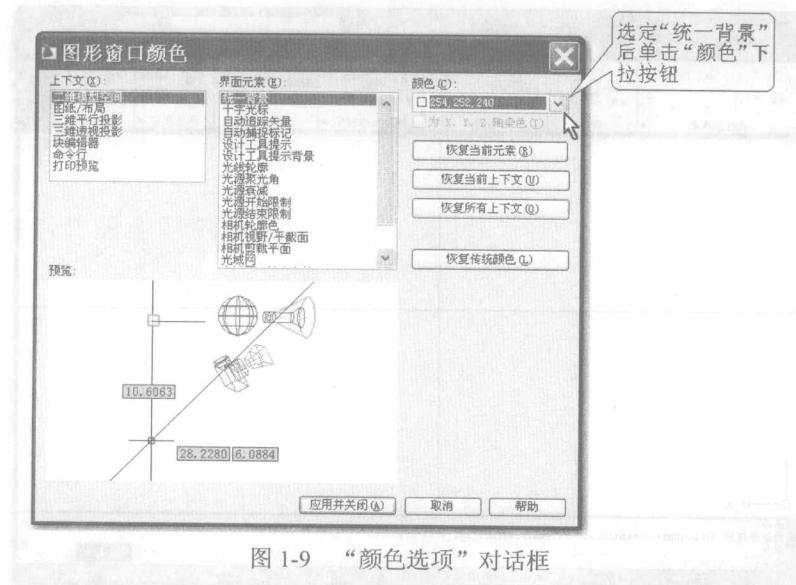

图 1-9 “颜色选项”对话框
**步骤 3** 进入图 1-9 所示的“图形窗口颜色”对话框后，从“上下文”列表中选择“二维模型空间”，在“界面元素”列表中选定“统一背景”，然后单击“颜色”下拉按钮，接着从“颜色”下拉列表中选择白色。